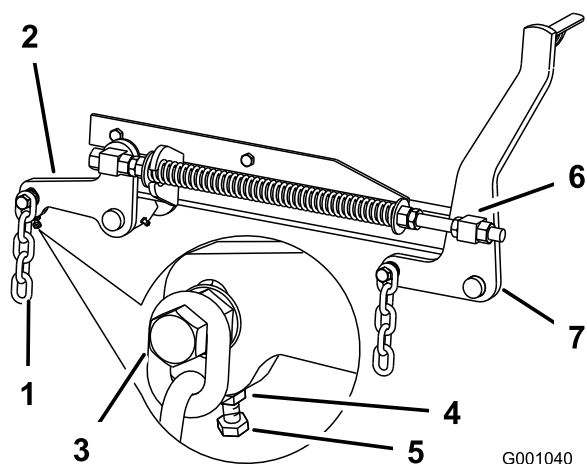

Bild 81
7. Wenn die Werte an den Stellen **B** oder **C** falsch sind, lösen Sie die Schraube, mit der die hintere Kette am hinteren Stützarm befestigt ist (Bild 81).
8. Lösen Sie die Klemmmutter unter dem hinteren Stützarm und stellen Sie die Einstellschraube so ein, dass Sie einen Wert von 80 mm bis 83 mm erhalten (Bild 81).
7. Lösen Sie die Klemmmuttern des vorderen Drehzapfens, vorne am rechten und linken Drehzapfen, um ungefähr 13 mm (Bild 81).
8. Stellen Sie die Hubmutter auf der linken und rechten Seite der Maschine so ein, dass Sie vorne an Stelle **A** einen Wert erzielen, der um 6 mm bis 10 mm niedriger ist als hinten an Stelle **B** (Bild 81).